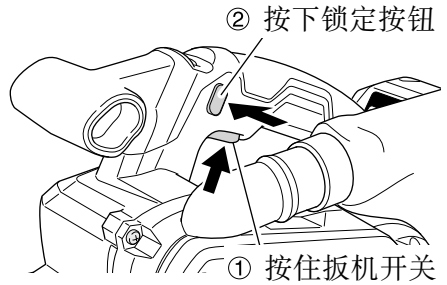

图 14
5. 打开和关闭砂光机 (图 14)
拉动扳机可释放锁定按钮。(图 14)